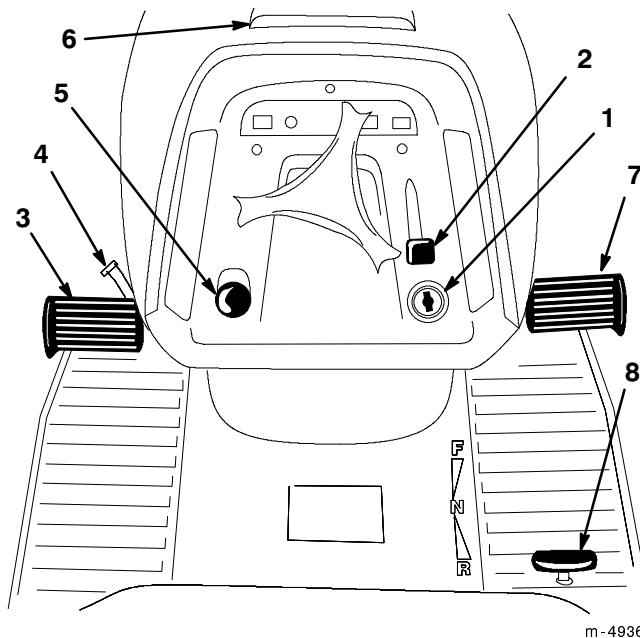

Abbildung 1
Machen Sie sich mit den Bedienungselementen (Abb. 1) vertraut, bevor Sie den Motor anlassen oder die Maschine bedienen.
1. Das Bremspedal (Abb. 1) herunterdrücken und in dieser Position halten.
2. Den Feststellbremsenhebel (Abb. 1) im Gegenuhrzeigersinn drehen und langsam den Fuß vom Bremspedal nehmen. Das Bremspedal sollte in gedrückter (gesperrter Position) bleiben.
1. Das Bremspedal (Abb. 1) treten. Der Feststellbremsenhebel sollte sich lösen.